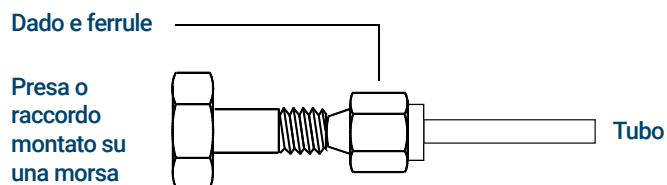

Figura 16. Assemblare il raccordo
- 3 Spingere il tubo nel tappo in acciaio inox. Vedere **Figura 16**.